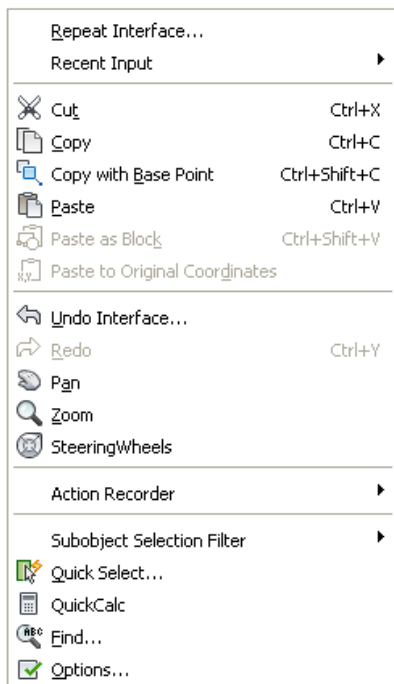

Рис. 2.12
- *стандартне* – викликається за відсутності вибраних об'єктів і активних команд, містить останню використовувану команду, набір стандартних функцій, а також виклик діалогового вікна налаштування робочого середовища Options (Параметри, рис. 2.12);